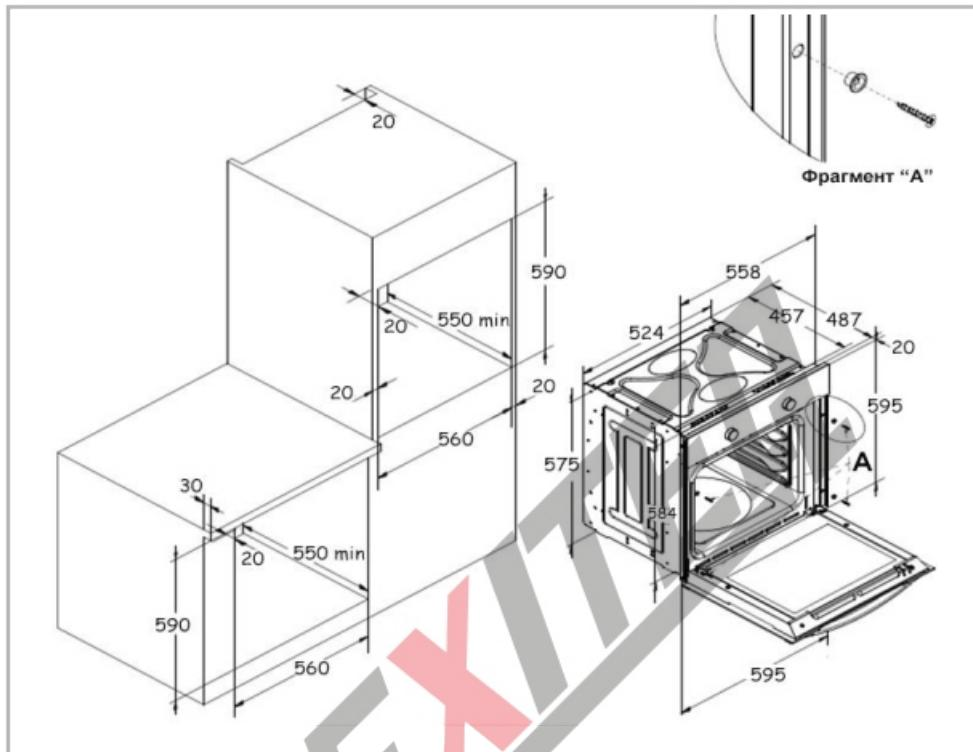

Рис. 4: Схема установки
2. При установке духовки в шкаф важно, чтобы обеспечивалась достаточная вентиляция, для этого надо снять заднюю панель мебели и оставить зазор не менее 85-90 мм, как показано на **рис. 4**.